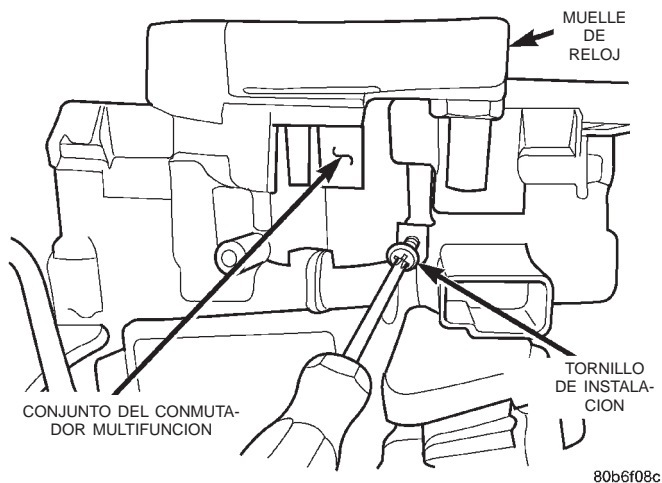

Fig. 10 Desmontaje e instalación del tornillo del alojamiento de instalación del conmutador multifunción
(9) Del lado de abajo de la columna de dirección retire el tornillo que fija el alojamiento de instalación del conmutador multifunción a la parte superior del alojamiento de la columna (Fig. 10).